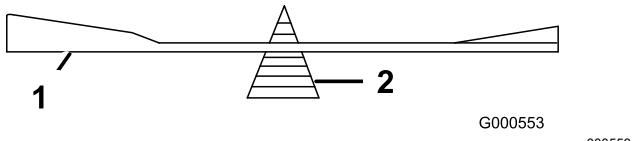

Рисунок 77
2. Перевірте баланс ножа, встановивши його на балансир леза (Рисунок 77).